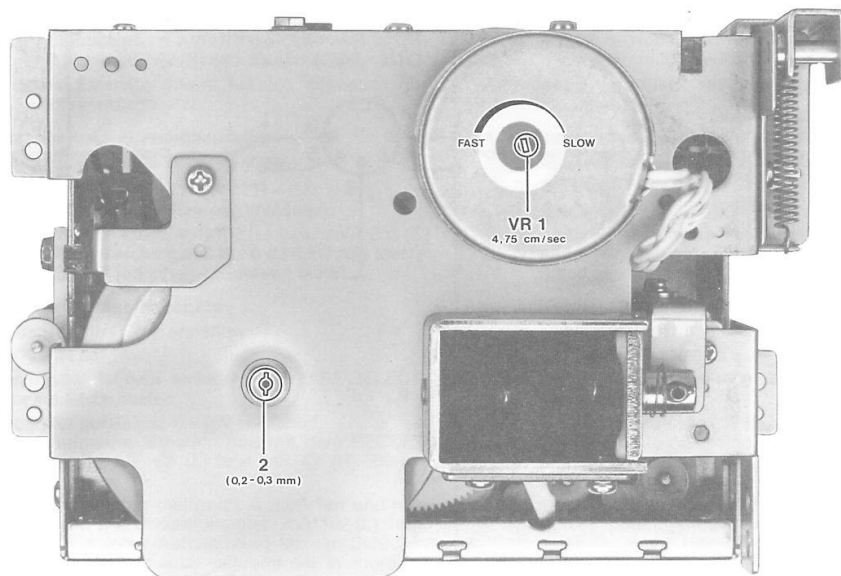

Fig. 1
Die Lagerschraube 2, Fig. 1, ist so einzustellen, daß das axiale Spiel der Capstanwelle 0,2–0,3 mm beträgt. Nach dem Einstellen mit Sicherungslack festlegen.
Bearing bolt 2, Fig. 1, has to be adjusted such that the axial clearance of the capstan shaft is 0.2–0.3 mm. Secure the clearance adjustment by means of securing varnish.
- d) Mit dem im Motor befindlichen Potentiometer VR1 (siehe Fig. 1) die Sollgeschwindigkeit von 4,75 cm/sec einstellen. Die Drift darf hierbei  $\pm 1\%$ , die Tonhöhen-schwankung (Flutter)  $\pm 0,15\%$  betragen.
- d) Adjust the nominal speed of 4.75 cm/sec by means of the potentiometer VR1 (see Fig. 1) in the motor. In this connection a drift of  $\pm 1\%$  and a flutter of 0.15% is acceptable.